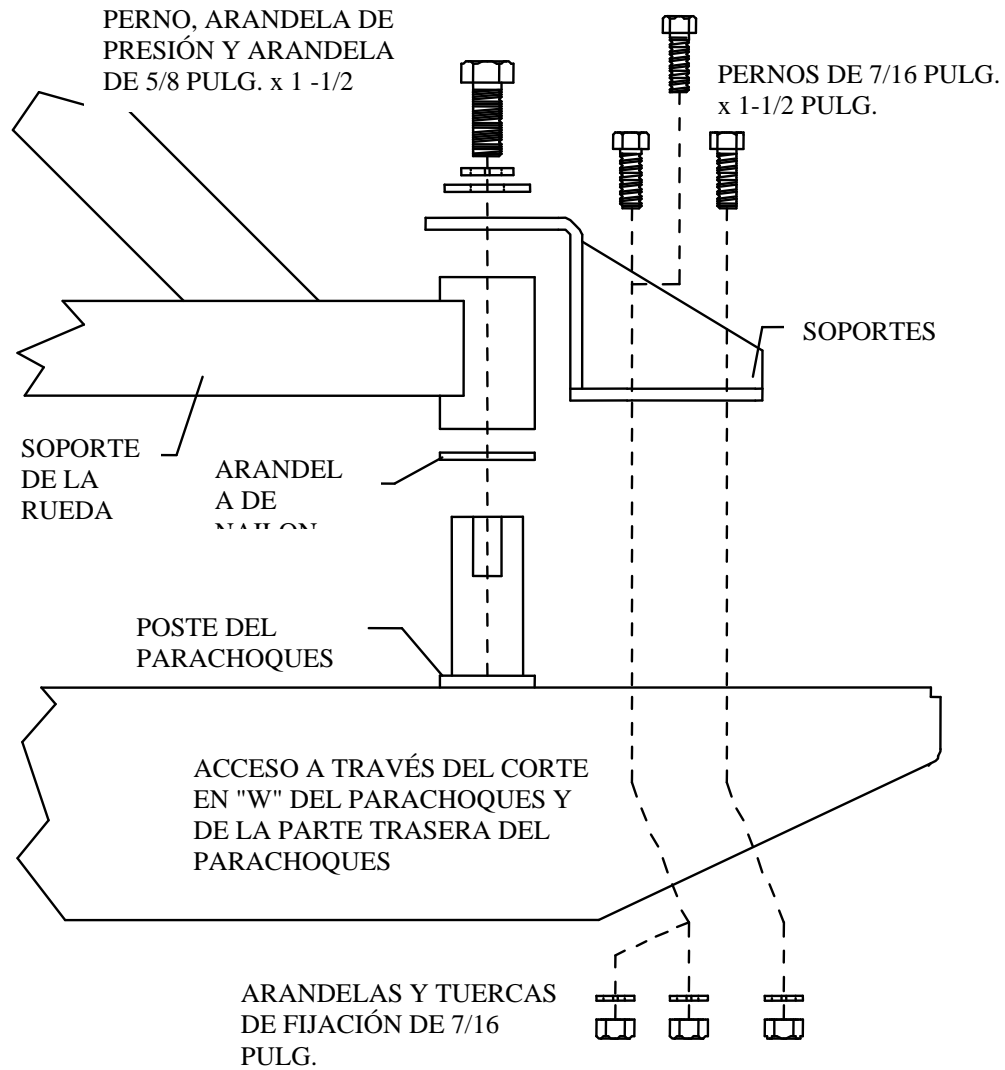

Figura 4
5. Monte el soporte de la rueda en el parachoques. Esta operación debe realizarse antes de apretar los ocho pernos del bastidor. **Si realiza el montaje en un modelo TJ**, desmonte del vehículo la montura de plástico de la placa de la matrícula. Más tarde, se recortará levemente hacia la esquina inferior. **Si realiza el montaje en los modelos TJ y YJ**, será necesario desmontar todos los parachoques de goma de la puerta trasera que trae de fábrica el vehículo a excepción del que se encuentra en la parte superior del lado del conductor. Coloque la arandela de nailon sobre el poste del parachoques y deslícela del todo hacia abajo. Coloque el extremo del tubo redondo del soporte de la rueda en el poste que sobresale del parachoques del lado del copiloto y deslícelo del todo hacia abajo. **Consulte la Figura 4.**
10. Monte el soporte de poste en el parachoques. Con el perno de 5/8 x 1 ½ pulg., la arandela de presión y la arandela que se proporcionan, apriete con la mano el soporte al poste. A continuación, instale los 3 pernos de 7/16 x 1 ½ pulg. y las arandelas que se incluyen por el soporte y el parachoques. Instale una arandela de 7/16 pulg., una arandela de presión y una tuerca en cada perno de la parte interior del parachoques. Es posible que deba utilizar un imán o unas pinzas de punta de aguja para introducir las tuercas y las arandelas en los pernos. En los modelos CJ es posible que deba instalar los dos pernos que están más hacia adelante y perforar el 3^{er} orificio trasero. Esto se debe al ajustado embalaje de los extremos de los parachoques. **Consulte la Figura 4.**